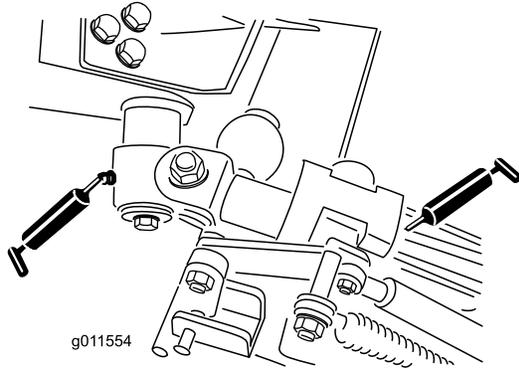

Figura 45
- 2 boccole orientabili della leva a squadra (Figura 45)
- 4 boccole del braccio posteriore (Figura 45).